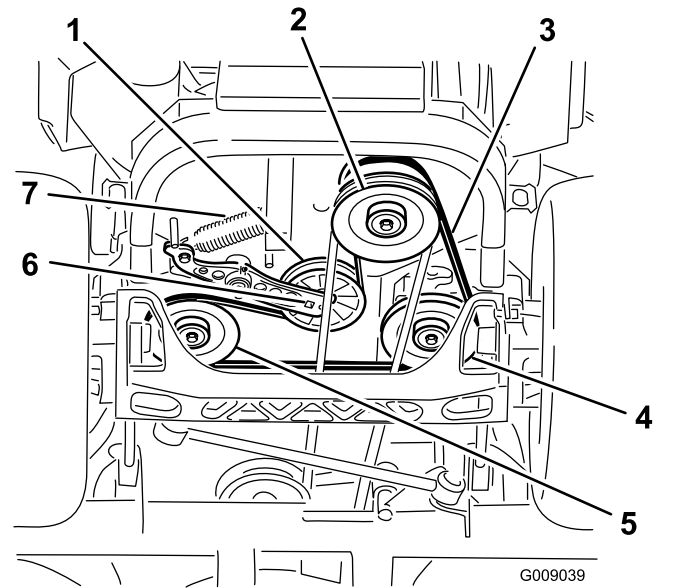

Figure 93
4. Soulevez la machine sur des chandelles (Figure 93).
5. Insérez un rochet dans le trou carré du bras de la poulie de tension pour déposer le ressort (Figure 93).
6. Décrochez le ressort de la poulie de tension du cadre (Figure 93).
9. Insérez un rochet dans le trou carré du bras de la poulie de tension pour installer le ressort de la poulie sur le cadre (Figure 93).